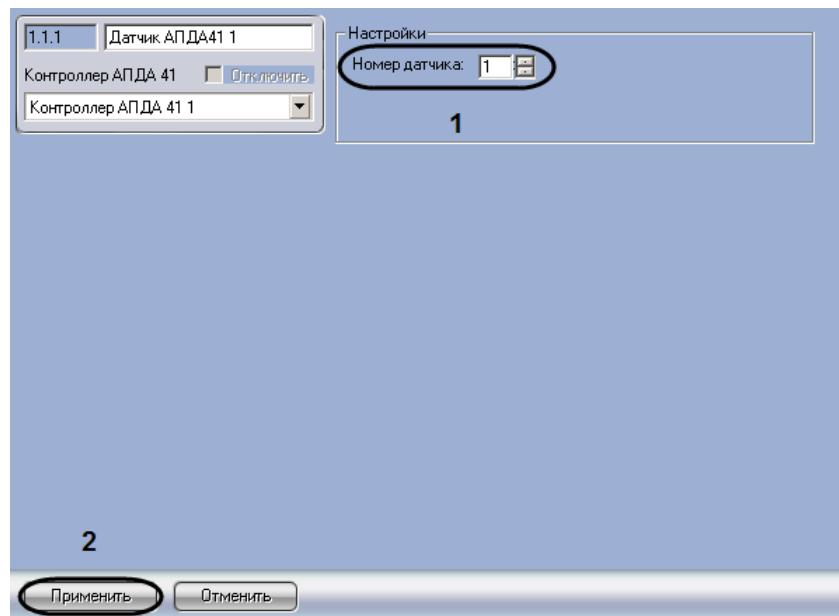

Рис. 3.4—2 Настройка дополнительного датчика
2. В поле **Номер датчика:** ввести с помощью кнопок **вверх-вниз** номер датчика (возможные значения **1** или **2** для контроллера АПДА.21, для контроллера АПДА.41 – **1, 2, 3** или **4**) (см. Рис. 3.4—2, 1).
3. Для сохранения внесенных изменений нажать кнопку **Применить** (см. Рис. 3.4—2, 2)